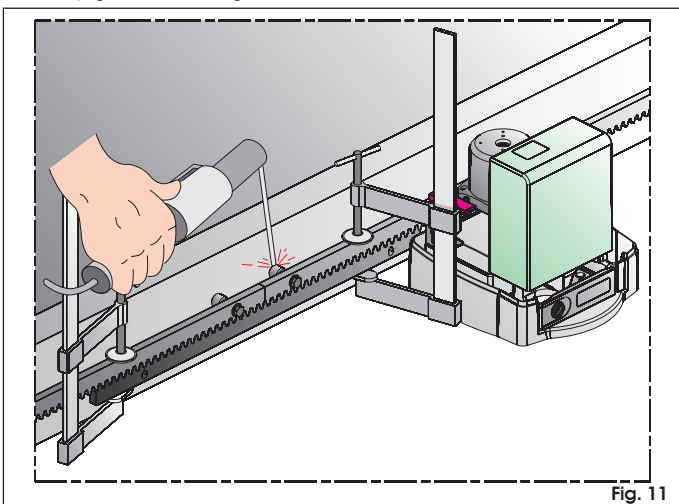

Fig. 11
8. Accostare un altro elemento di cremagliera all'ultimo fissato utilizzando un pezzo di cremagliera per mettere in fase la dentatura dei due elementi (fig. 11).
9. Fare scorrere manualmente l'anta verso la chiusura fino ad arrivare in corrispondenza del pignone con il terzo distanziale dell'elemento da fissare (fig. 11).